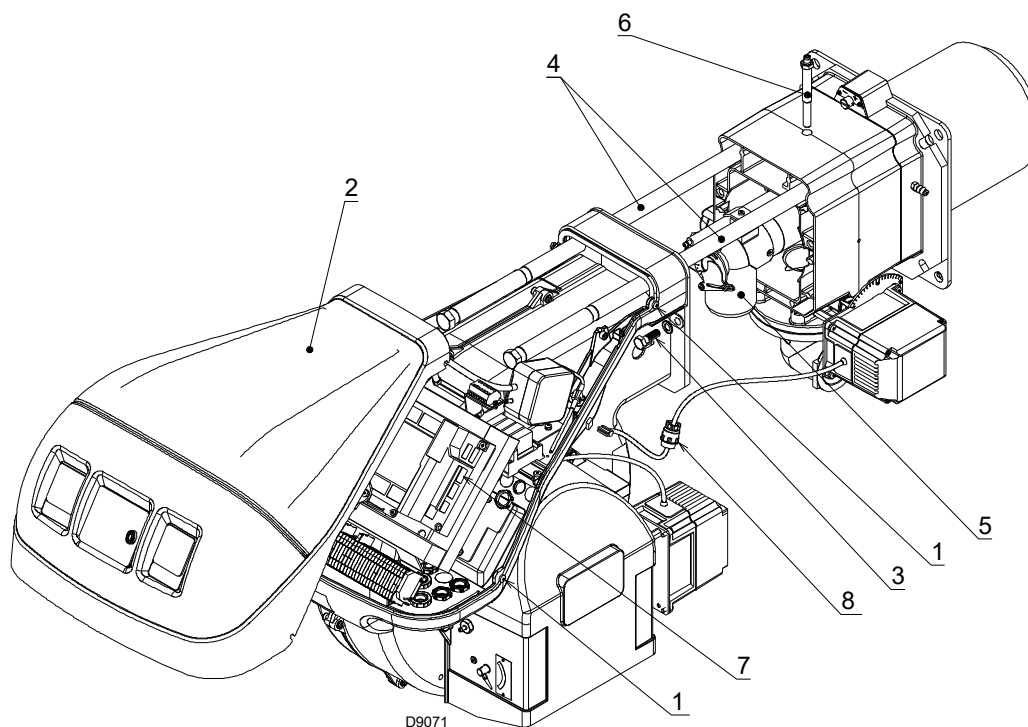

图 39
启动时，检查确认燃烧头燃气分配盘上的燃气排气口无生锈、无污物附着。如有疑问，可先拆下弯头（图 39 页 56）。
- ▶ 松开 4 个螺母 1) (图 39)，取下保护罩 2)。